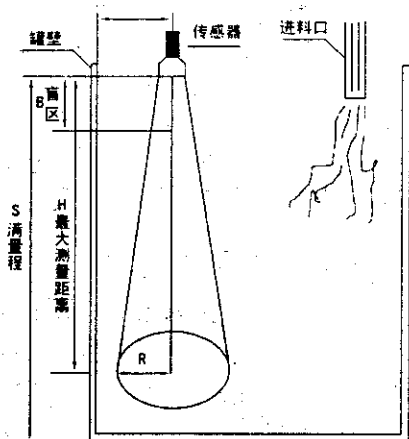

图 3
- 传感器安装时应与罐壁保持一定距离, 以保持一定距离, 保证波束不和罐壁相接触, 特别是不光滑的罐壁。(见图 3) H: 最大测量距离 S: 满量程 R: 波束半径 B: 传感器盲区